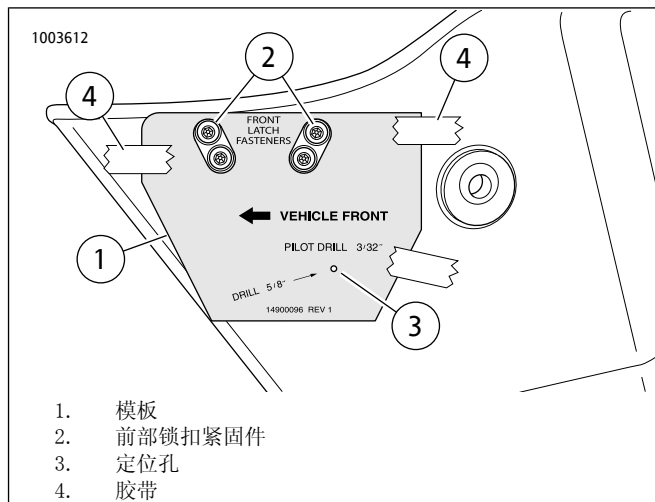

图1. 模板和边箱
1. 参见图1。将模板(1)置于边箱外侧前部。模板椭圆孔卡在前期锁扣紧固件(2)上。使用胶带(4)固定模板。